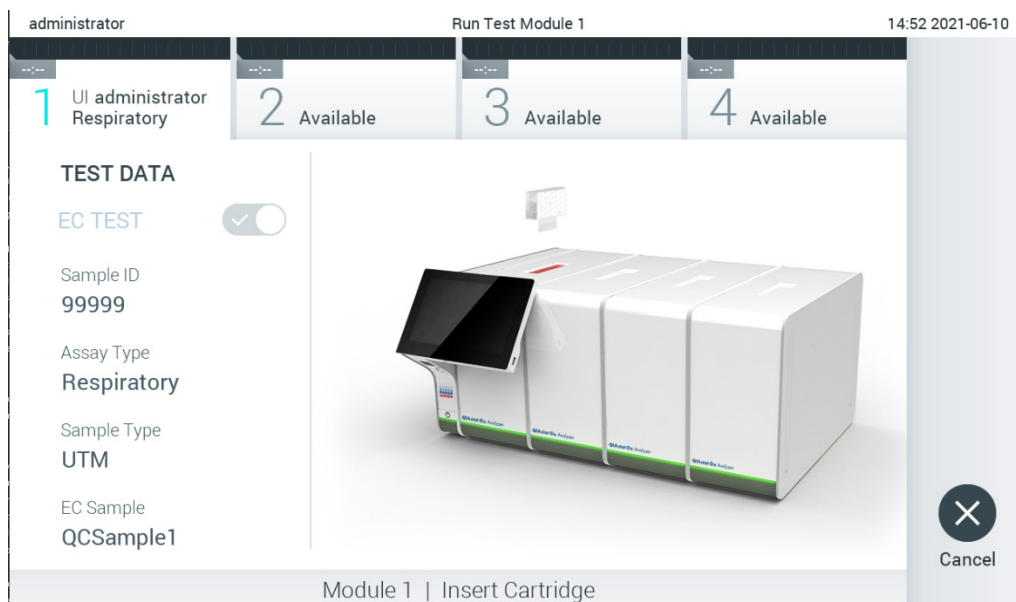

Figura 94. Introducerea cartușului de test QIAstat-Dx în QIAstat-Dx Analyzer 1.0.
9. Asigurați-vă că ambele capace ale probelor aferente orificiului pentru tampon și orificiului principal din cartușul de test QIAstat-Dx sunt bine închise. Atunci când se deschide automat orificiul de introducere a cartușului, din partea de sus a QIAstat-Dx Analyzer 1.0, introduceți cartușul de test QIAstat-Dx cu codul de bare îndreptat către stânga și cu camerele de reacție orientate în jos (Figura 94).